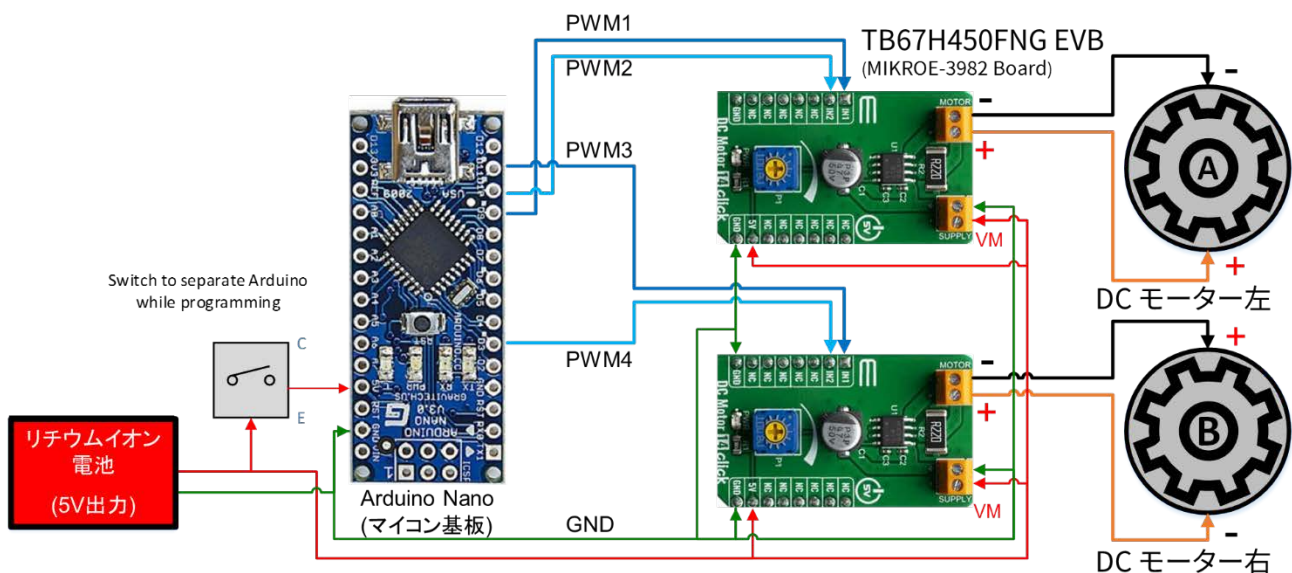

図 4-4 ハードウェア結線
DIY 三輪車に使用されているコンポーネントの結線を図 4-4 に示します。リチウムイオン電池 (5V 出力) と GND は Arduino Nano と 2 つの TB67H450FNG EVB の電源 (VM) と GND へ接続します。